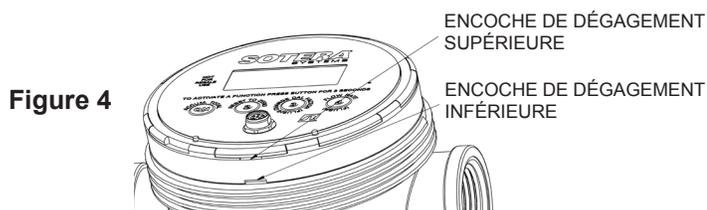

Figure 4
2. Insérer un tournevis à tête plate dans la fente supérieure (voir Figure 4) et dégager délicatement le module électronique.